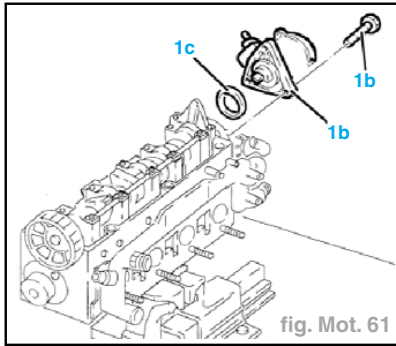

fig. Mot. 61
- Dévisser les vis (1a) et déposer la pompe à vide (1b) avec son joint o-ring (1c) (fig. Mot. 61).